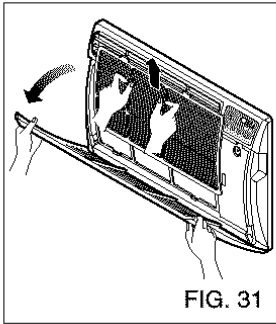

FIG. 31
- Tire hacia delante de la rejilla de entrada y extraiga el filtro de aire. (FIG. 31)